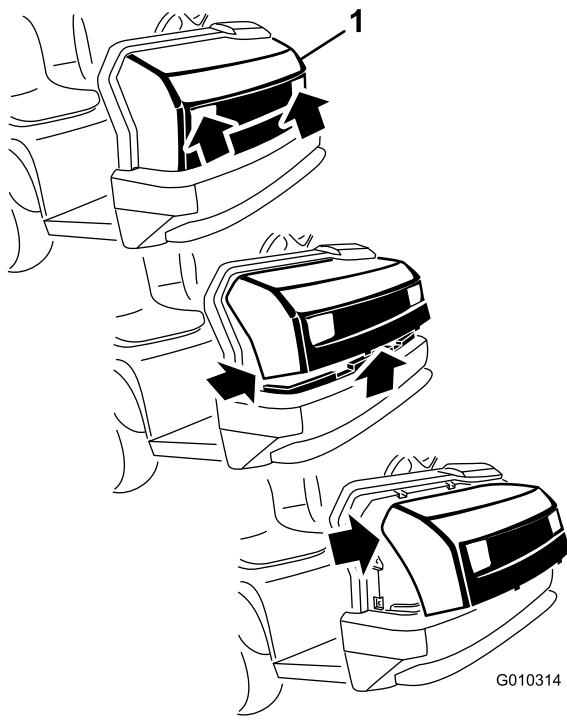

図 37
1. ヘッドライトの開口部でフードをつかみ、フードを持ち上げて、下側の取り付けタブをフレームの穴から外す図37。
2. フードの下側を手前に持ち上げてから下に引っ張り、上側の取り付けタブをフレームの穴から外す図37。
3. フードの上側を手前に倒し、ヘッドライトからワイヤコネクタを抜く図37。